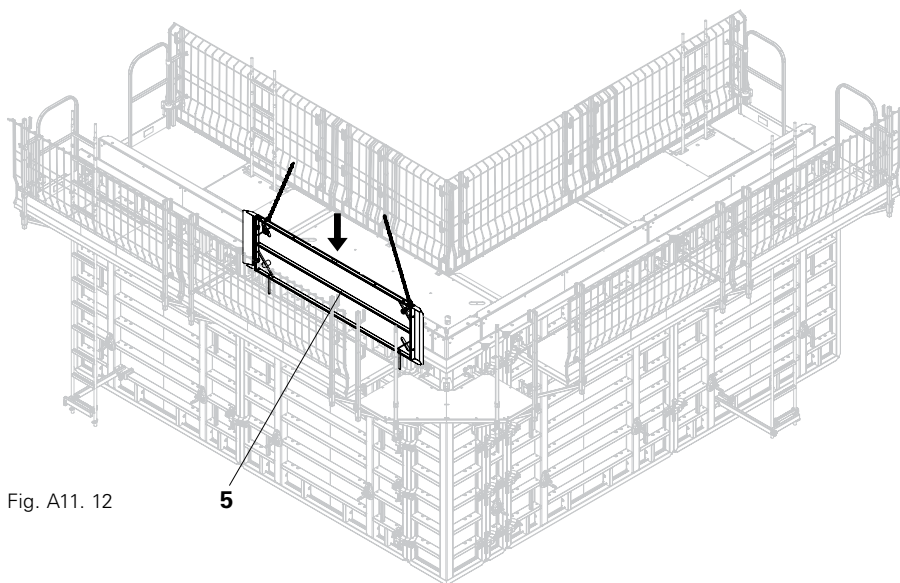

Fig. A11.12
1. Acheminer le platelage de liaison MXK (5) à la position de montage à l'aide de la grue. (Fig. A11.12)